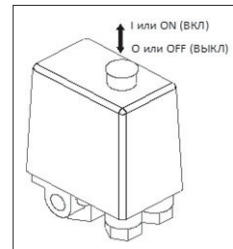

Рис. 6
- Проверьте, чтобы выключатель находился в выключенном положении «О» / «OFF» (в зависимости от исполнения) (Рис. 6).
- Включите компрессор выключателем на реле давления. Для этого необходимо переключить выключатель в положение «I» или «ON» (в зависимости от исполнения) (Рис. 6).
в положение «0» или «OFF» (в зависимости от исполнения) (Рис. 6). После этого остановится электродвигатель и произойдет сброс давления из нагнетательного воздуховода и поршневого блока.